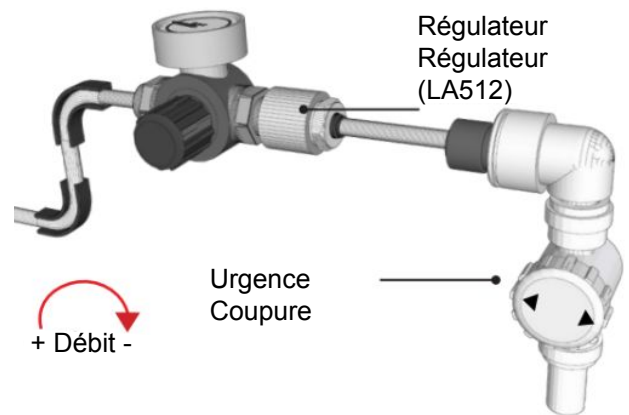

Fig. 1
4. RÉDUISEZ la pression sur le régulateur de pression TOURNEZ le cadran dans le sens inverse des aiguilles d'une montre jusqu'à - 0 bar. (Fig. 1)